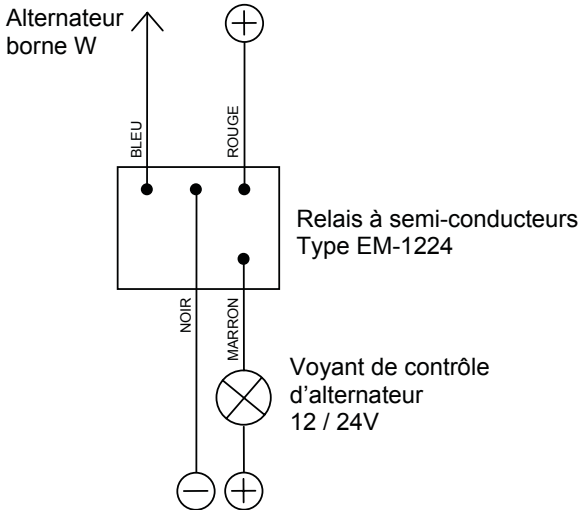

Figure 11 : Connexion d'un relais à semi-conducteurs, modèle EM-1224
- Pour alternateurs Alpha modèles 12/90, 12/130, 24/75, 24/110 et 24/150 : voir Figure 11.
Les alternateurs Mastervolt, modèles 12/90, 12/130, 24/75, 24/110 et 24/150, n'ont pas de connexion D+. Mastervolt fournit donc un relais à semi-conducteurs pouvant être utilisé pour simuler la borne de témoin de charge (D+). Voir Figure 11. Voir ANNEXE (APPENDIX), pour informations de commande.